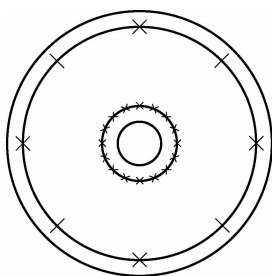

图 3-45 等分圆(二)
(7)将半径为 161 mm 的圆等分成 16 份,如图 3-45 所示。